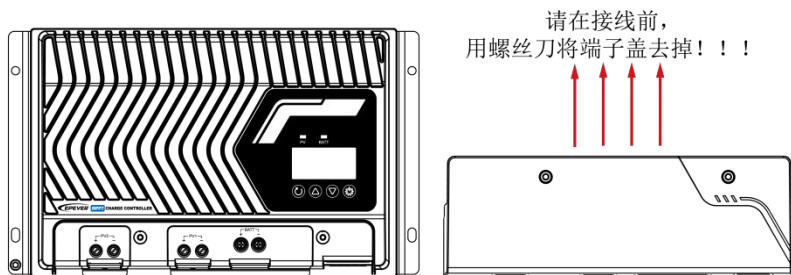
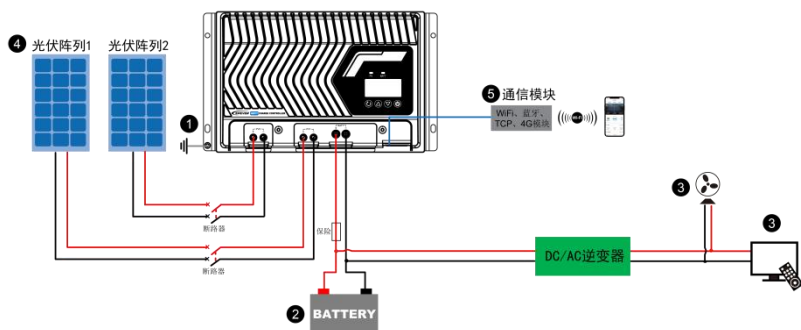

图 2-3 打开端子盖（IP43）
图2-4接线示意图
按照图2-3接线示意图“①接地 > ②蓄电池 > ③负载 > ④光伏阵列 > ⑤通信模块”的顺序接线，如果断开系统时请按照图2-4的倒序过程断开。